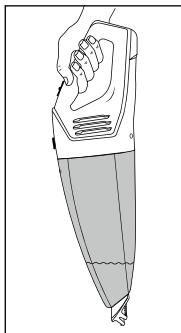

Fig. 3
- Assurez-vous que le filtre à poussière ⑩ est toujours correctement placé avant d'utiliser l'appareil.
- 1) Retirez l'aspirateur à main du support mural ③. Si vous n'utilisez pas le support mural ③, retirez la fiche USB-C ⑤ de la prise de charge située en dessous de l'aspirateur à main.
- le suceur étroit ② pour nettoyer les endroits difficiles à atteindre.
- l'embout pour aspiration de liquides ① pour aspirer des liquides.
- 3) Pour allumer l'appareil, faites glisser l'interrupteur Marche/Arrêt ⑥ vers l'avant en position I.
- 4) Après l'utilisation, poussez l'interrupteur Marche/Arrêt ⑥ vers l'arrière en position 0. L'appareil s'éteint et le voyant de contrôle de charge ⑦ s'éteint.
① Remarque
- Après avoir aspiré les liquides, nettoyer immédiatement le bac à déchets ⑪, sinon les bactéries et germes vont proliférer. Veiller à ce que le sac à poussière ⑨ ait entièrement séché avant d'utiliser à nouveau l'appareil.
- Après avoir aspiré des liquides, portez toujours l'appareil avec l'embout pour aspiration de liquides ① pointant vers le bas (voir fig. 3):